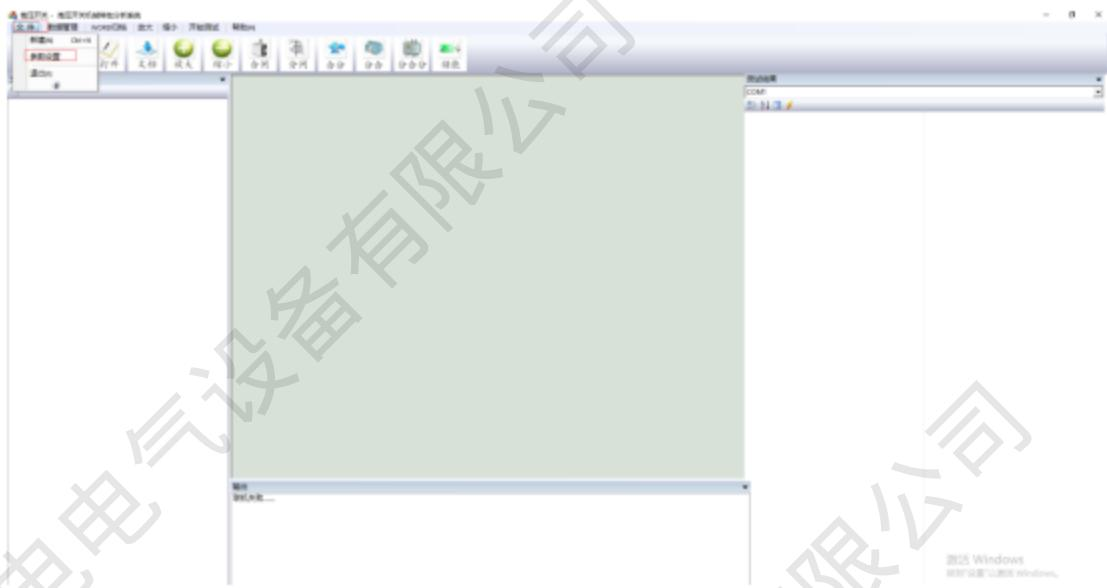

图 1-10
3、设置完毕后，打开高压开关机械特性分析系统，点击左上角“文件”“参数设置” 如图 1-10；